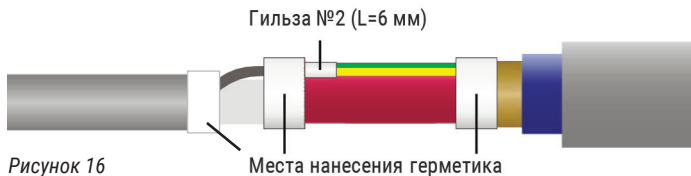

Рисунок 16
7.7. Вставить в гильзу (**№2**) (L=6 мм) жилу заземляющего провода и «жгут» из экранирующей оплетки нагревательного кабеля с другой стороны. Жила должна быть вставлена в соединитель до изоляции. Перед обжатием гильзы требуется убрать лишнюю длину жгута из экранирующей оплётки. Опрессовать гильзу ручным кремпером. Затем нанести герметик в указанных местах (рисунок 16).